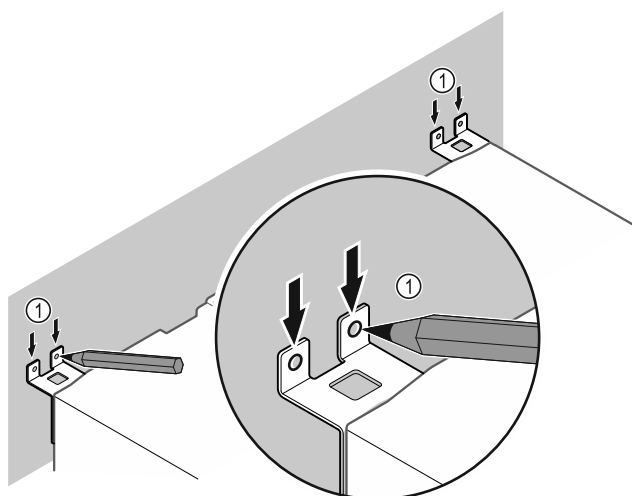

Fig. 50
- Udělejte na stěnu značky Fig. 50 (1).